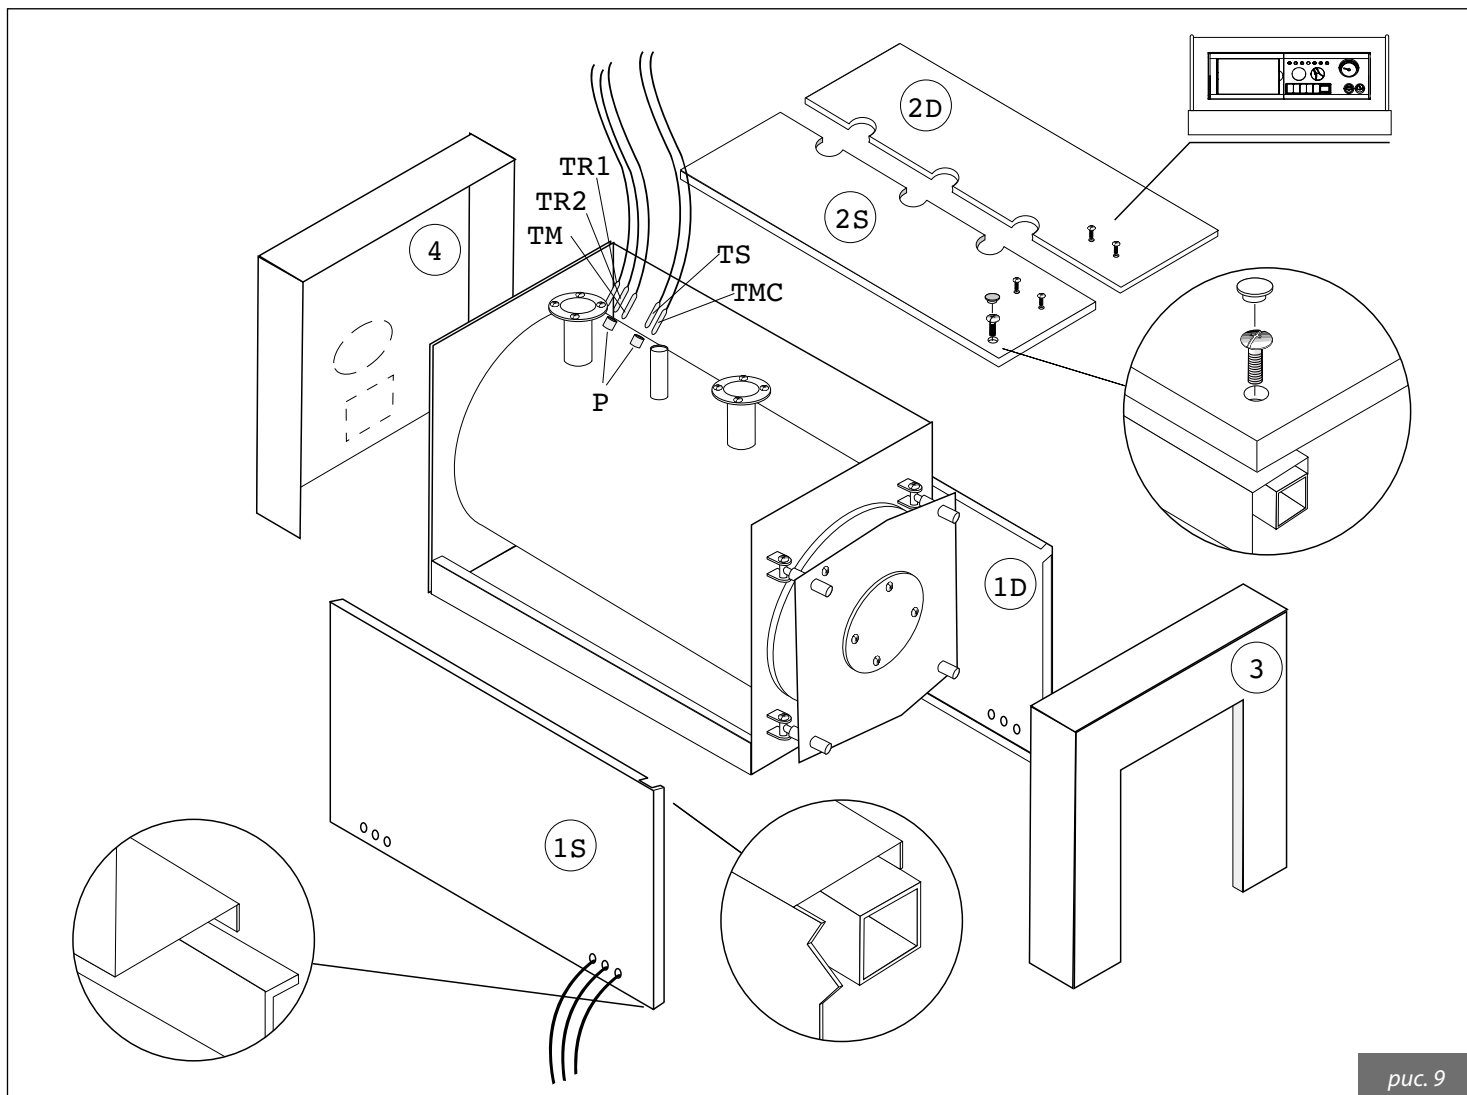

рис. 9
4.1. Обшивка котла панелями для RODI DUAL и RODI DUAL HR 70÷400 (рис. 9)
- f) Закрепить верхние панели винтами и закрыть проходные отверстия заглушками (см. рис. 9).